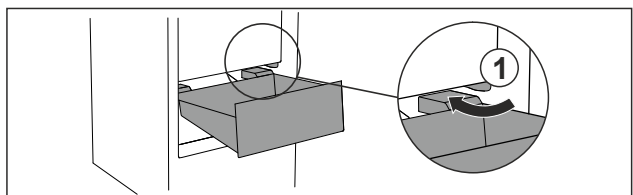

Fig. 78
- Lirka låda snett kring stoppklackarna Fig. 78 (1).